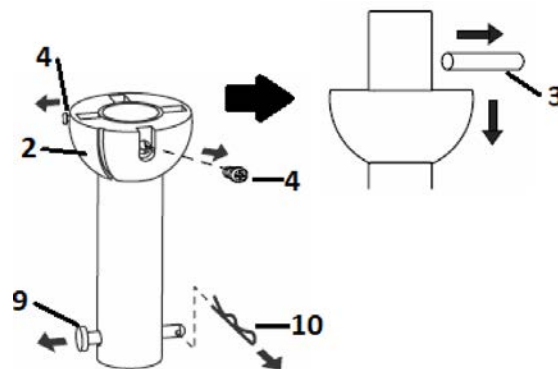

Fig. 4.1
1. Quite la junta esférica (2) y el pasador (3) aflojando el juego de tornillos de fijación (4) del tubo colgante (6). Retire el pasador de horquilla (9) quitándole la chaveta (10) (**Fig. 4.1**). **NOTA: No se deshaga de estas piezas, dado que se requerirán para volver a montarlas posteriormente.**